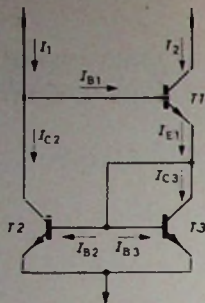
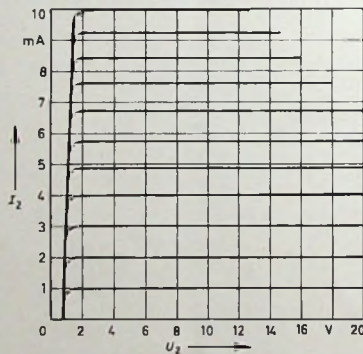

Bild 5. Schaltung des verbesserten Stromspiegels
Bild 8. Ausgangskennlinienfeld der verbesserten Schaltung nach Bild 5
Bild 6. Verhältnis von Ausgangsstrom  $I_2$  zum Eingangsstrom  $I_1$  bei der verbesserten Schaltung nach Bild 5 in Abhängigkeit von der Stromverstärkung  $B$  (die Kurve für die einfache Schaltung ist zum Vergleich gestrichelt eingezeichnet)
Eine wesentliche Verbesserung in dieser Beziehung ergibt sich mit der Schaltung nach Bild 5. Die Analyse dieser Anordnung ist einfach, wenn man berücksichtigt, daß ihr unterer Teil dem Bild 1 entspricht und hier nur spiegelbildlich angeordnet ist. Entsprechend Gl. (6) erhält man dann
einen bequemen Vergleich zu ermöglichen. Man erkennt sehr gut, daß sich mit der Schaltung nach Bild 5 besonders bei weniger hohen Stromverstärkungen eine erhebliche Verbesserung ergibt.
Wesentlich ist auch die Verbesserung im Hinblick auf den Ausgangswiderstand. Während sich bei der Schaltung nach Bild 1 nur Werte von der Größenordnung  $10^4$  Ohm ergeben, lassen sich mit der Schaltung nach Bild 5 ohne weiteres Ausgangswiderstände von der Größenordnung  $10^6$  Ohm erreichen. Bild 8 zeigt ein Ausgangskennlinienfeld, wie es mit der verbesserten Anordnung zu erhalten ist.